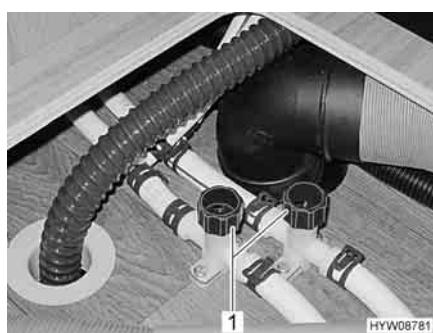

Fig. 140 Rubinetti di scarico per scaldaacqua
- Chiudere tutti i rubinetti di scarico. A tal fine ruotare i coperchi (Fig. 140,1) in senso orario.
- Aprire tutti i rubinetti di scarico. A tal fine ruotare i coperchi (Fig. 140,1) in senso antiorario.